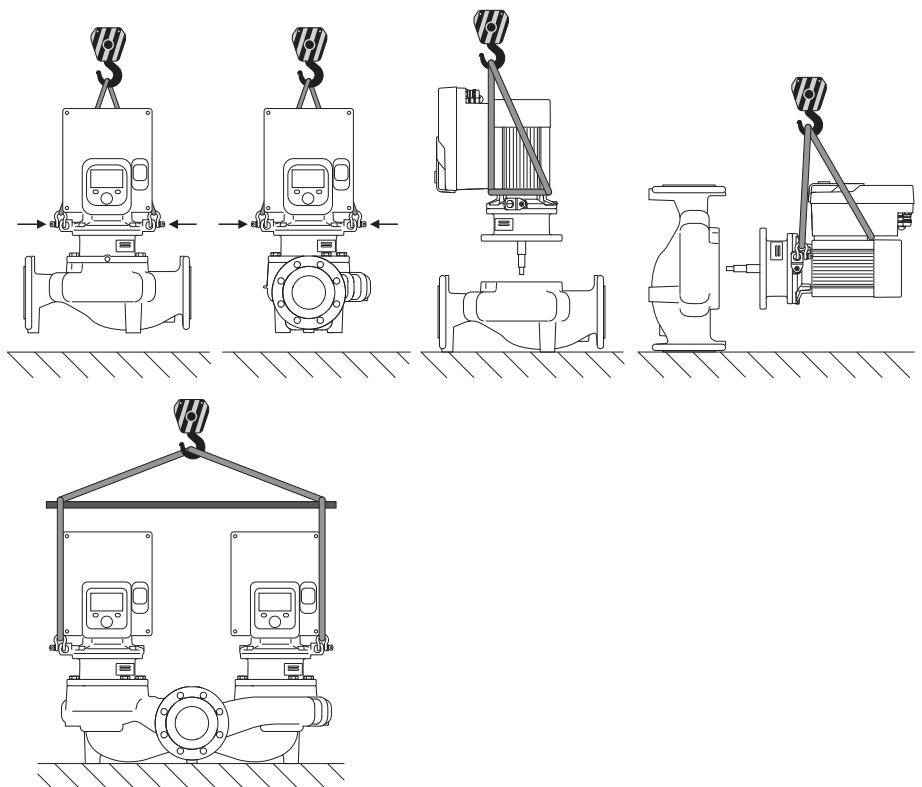

Fig. 6: Напрямок підймання
Транспортувати насос потрібно за допомогою призначених для цього вантажозахоплювальних засобів (поліспаст, кран тощо). Вантажозахоплювальні засоби слід кріпити до спеціальних транспортувальних вушок на фланці двигуна. Підймальні петлі за потреби треба зсунути під проміжну пластину (Fig. 6).
2. Для безпеки закріпити вставний модуль (Fig. 4) необхідними підйомними пристроями за транспортувальні вушка. Щоб вузол не перекинувся, закріпити двигун і адаптер електронного модуля ременем, як показано на Fig. 6. Під час закріплення не допускати пошкодження електронного модуля.